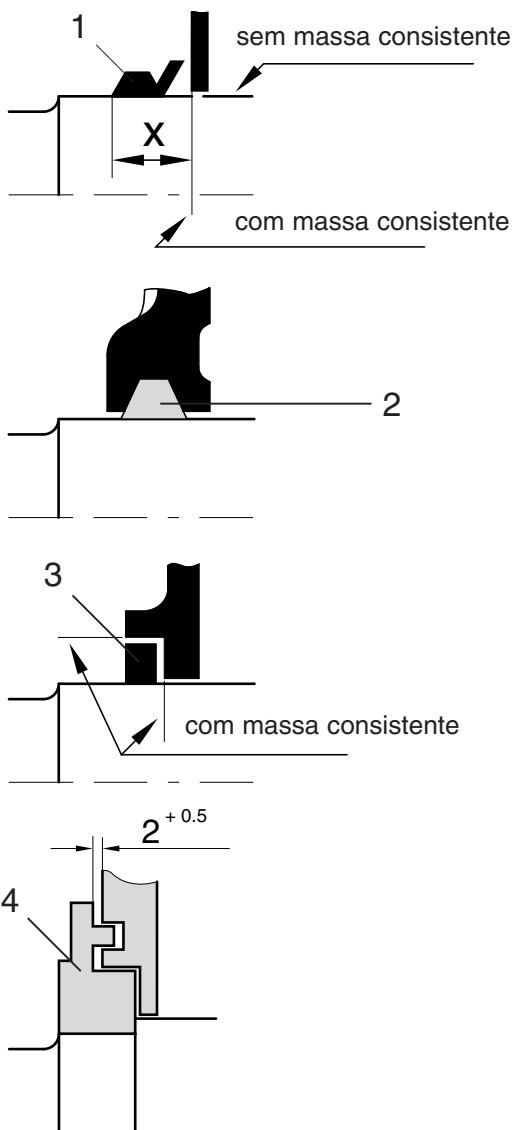
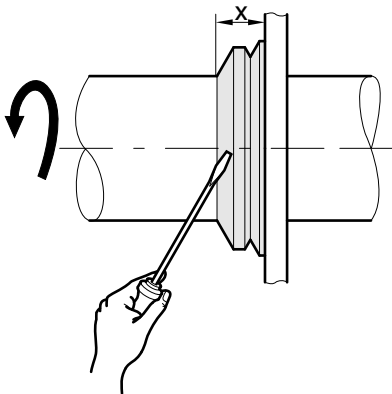

Figura 11:
Figura 12: Anel de vedação em V
5.4 Vedações do mancal (Figura 11)
- Antes de colocar os anéis de feltro (2) novos na tampa do mancal, embeba-os bem em óleo de alta viscosidade a 80°C. O eixo deve deslizar levemente no anel de feltro e este deve envolvê-lo bem radialmente.
- Fazer entrar os anéis de vedação (3) e os anéis em V (1), p. ex., com uma chave de parafusos, rodando simultaneamente o eixo (→ Figura 12).